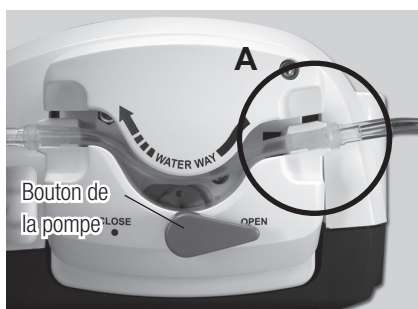

Fig.7
- 2) Insérez le tube d'irrigation (sur le côté bouteille dans la pompe d'irrigation, en l'accrochant sur A dans l' Fig. 7.